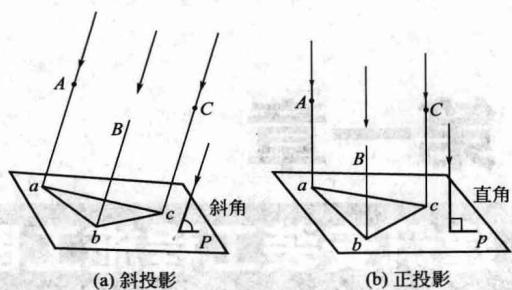

图 1-2 平行投影法
(2) 平行投影法 当投影中心离开投影无限远时,投影线可以看作是相互平行的,投影线相互平行的投影方法称为平行投影法。平行投影法所得到的投影称为平行投影。根据投影线与投影面的位置关系不同,平行投影法又分为两种。投影线相互平行而且垂直于投影面,称为正投影法,又称为直角投影法,如图 1-2(a) 所示。投射射线相互平行,但倾斜于投影面,称为斜投影法,如图 1-2(b) 所示。